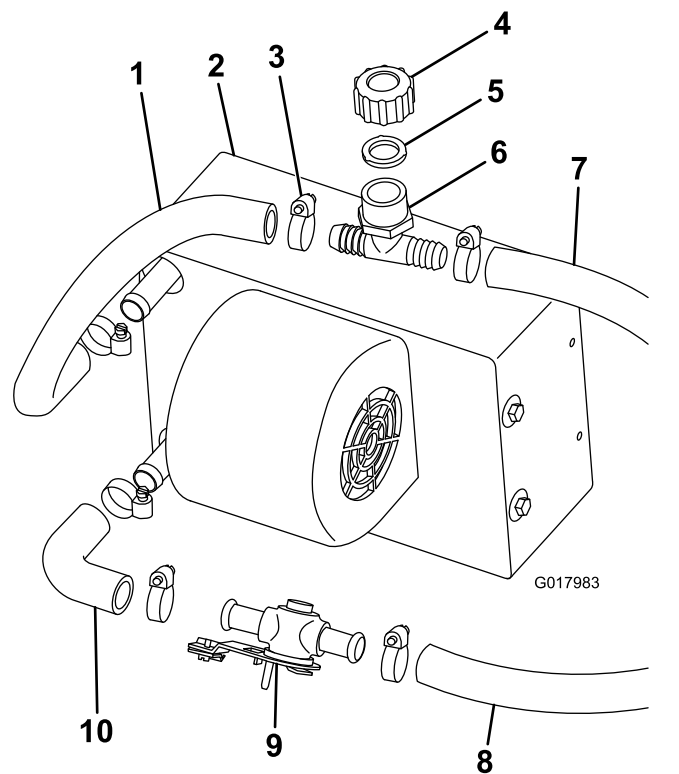

Figura 2
1. Instale, sem apertar, o tubo em cotovelo na parte de baixo do encaixe do conjunto do aquecedor com uma braçadeira de tubos (**Figura 2**).
2. Ligue a válvula do aquecedor ao tubo em cotovelo com uma braçadeira de tubos (**Figura 2**).
3. Corte um pedaço de 31 cm de tubo ($\frac{5}{8}$ pol.) e prenda-o à parte de cima do encaixe do conjunto do aquecedor com uma braçadeira de tubos (**Figura 2**).
4. Ligue o enchimento em T branco, a junta e o tampão ao tubo superior do aquecedor com uma braçadeira de tubos (**Figura 2**).